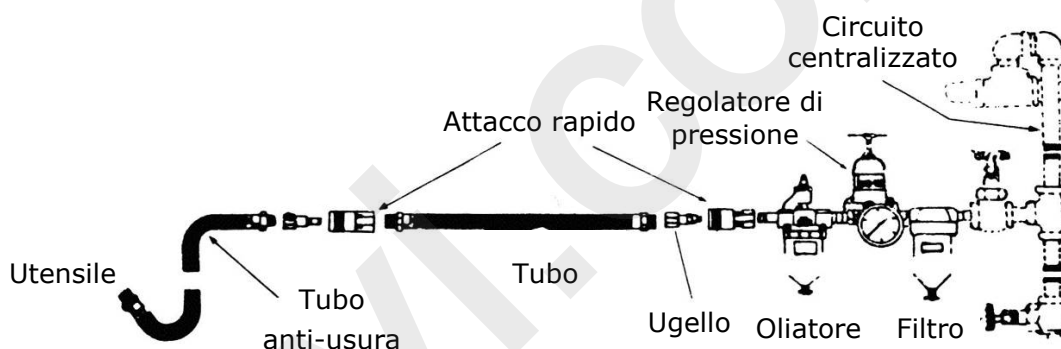

Figura 4 - Collegamento dell'alimentazione pneumatica
5. L'utensile deve essere collegato alla sorgente di alimentazione dell'aria tramite un gruppo di condizionamento dell'aria FRL costituito da un filtro, un regolatore di pressione ed un lubrificatore, come indicato in Figura 4.